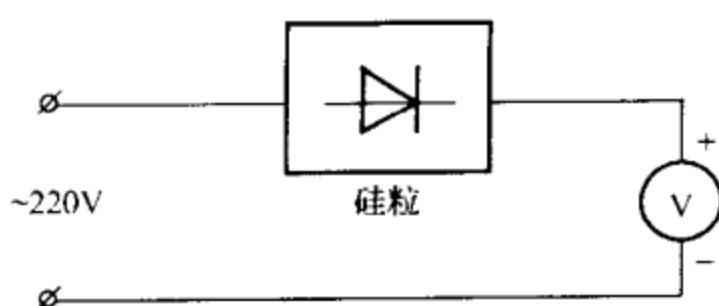

图 3-5 检测硅粒接线示意图
(2) 因为行输出变压器的高压硅粒是由多个二极管串联而成的，这样硅粒的电压降就大。所以直接用万用表电阻挡很难检查出硅粒的好坏。应按图3-5所示的方法用市电检查。如果测得的电压太大，则硅粒内部就有击穿短路的地方；如果测得的电压太低或为零，说明硅粒内部开路或接触不良。一般正常的电压值